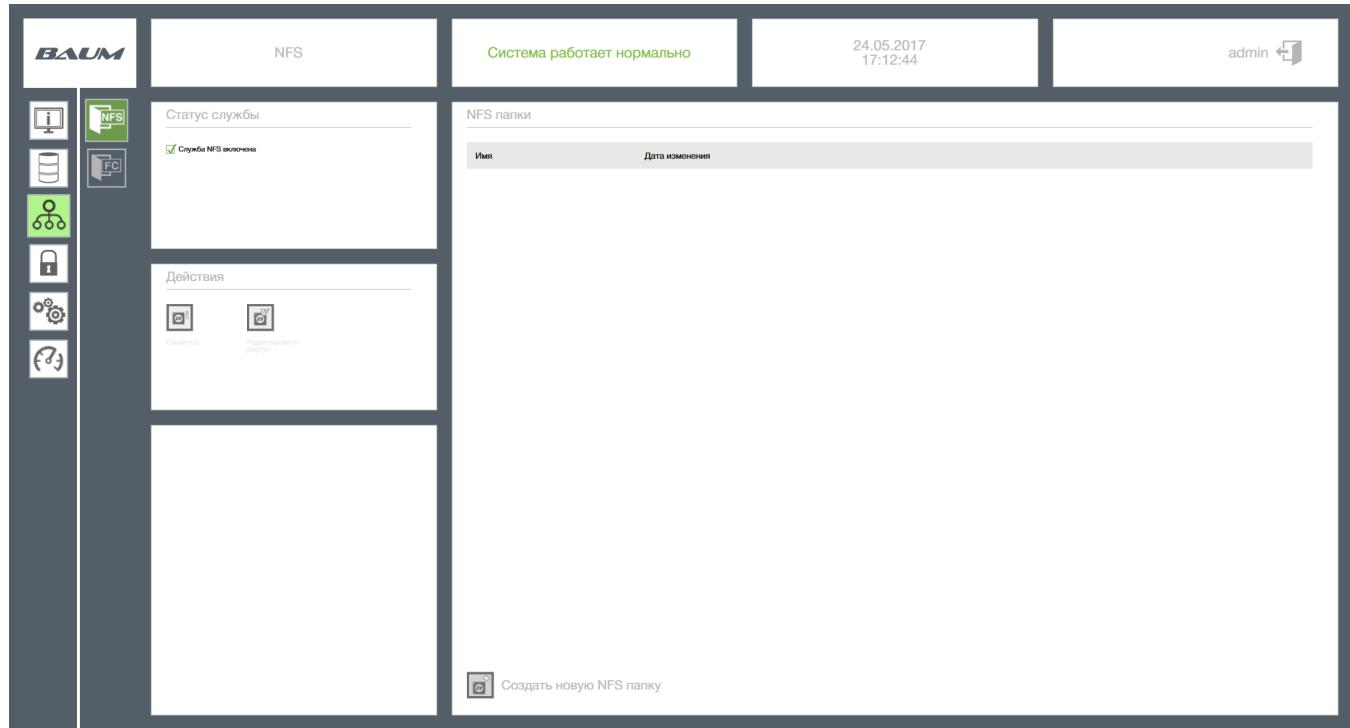

Рисунок 16 – Статус службы NFS
- 1) Перейти на вкладку «Протоколы» → Выбрать нужную службу (см. Рисунок 16).
- 2) В верхней части основной области будет расположено окно «Статус службы» с наименованием службы и ее статусом. Для изменения статуса нажать на пункт «Включить службу»(см. Рисунок 16).